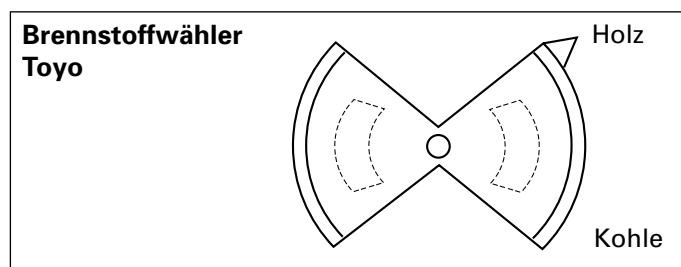

Abb. 19
- Den Brennstoffwähler für das Heizen mit Braunkohlenbriketts ganz öffnen (»Stellung Kohle« siehe Abb. 19).